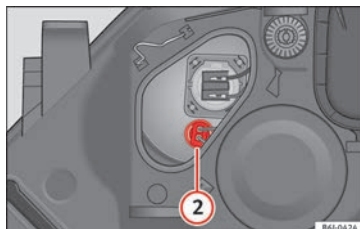

Fig. 181 Luci di posizione
- Estrarre il connettore » fig. 181 (2) tirando verso l'esterno.